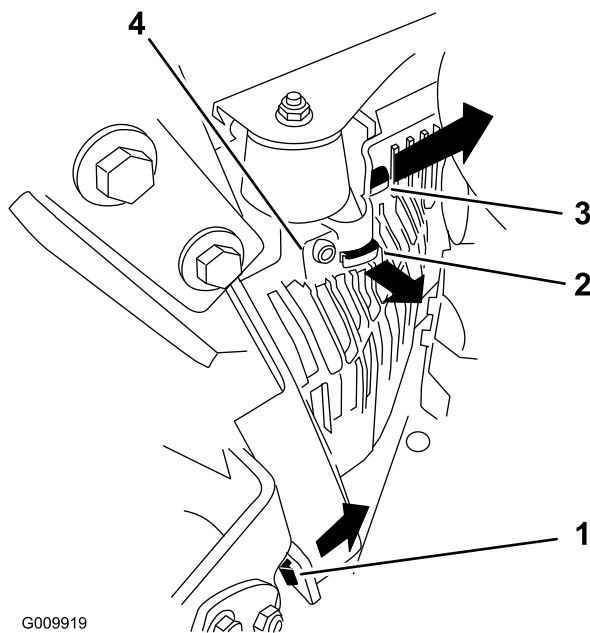

**Figura 54**
2. Sustituya el filtro de aceite del motor (Figura 54).